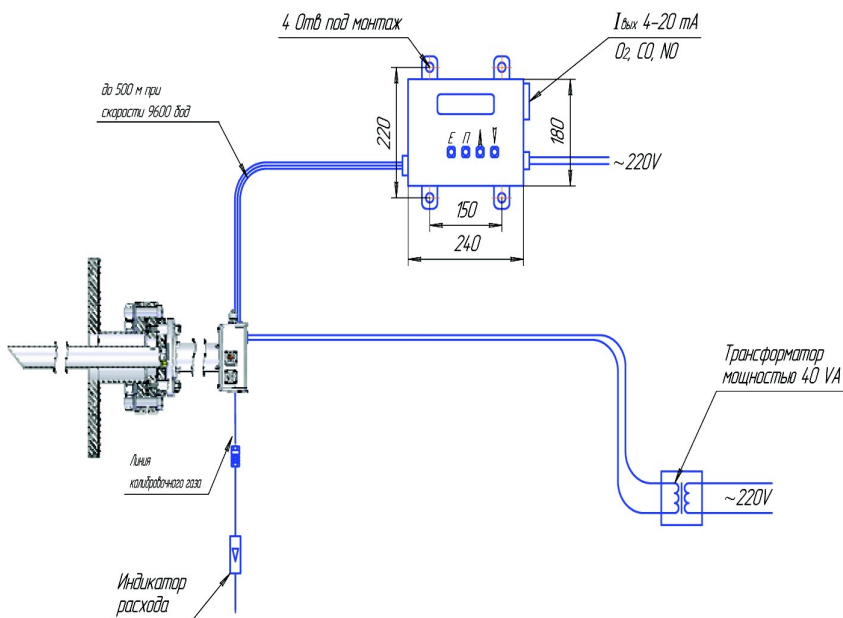

Рисунок 2 - Схема монтажа газоанализатора Ангор-С
2.2.1.1 Монтаж блока датчиков совместно с пробоотборным зондом производится в соответствии со «Схемой монтажа блока датчиков» (Рисунок 2) на стенке газохода при помощи фланца, расположенного на блоке датчиков. **При выборе места монтажа блока**